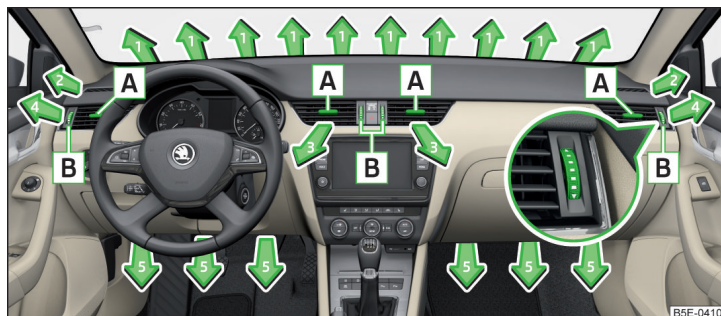
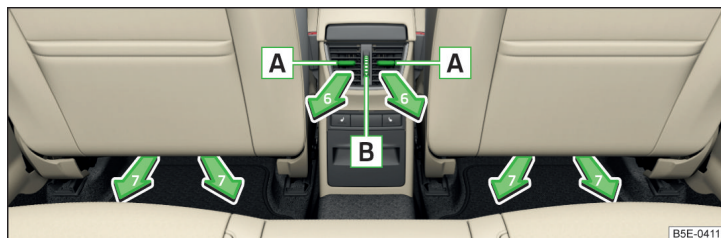

Fig. 119 Difusores de aire delanteros
Fig. 120 Difusores de aire traseros
En los difusores de aire **3, 4** » fig. 119 y **6** » fig. 120 se puede modificar el sentido de la corriente de aire, y los difusores se pueden también cerrar y abrir individualmente.
- Mueva las láminas horizontales mediante el elemento de ajuste variable **A** » fig. 119 y/o » fig. 120 hacia arriba o abajo para cambiar la altura de la corriente de aire.
- Mueva las láminas horizontales mediante el elemento de ajuste variable **A** » fig. 119 y/o » fig. 120 hacia la izquierda o derecha para cambiar el sentido lateral de la corriente de aire.
- Gire la rueda **B** » fig. 119 y/o » fig. 120 hacia arriba o abajo.
Ajustar la dirección de salida de aire	Difusores de aire activos » fig. 119 y » fig. 120